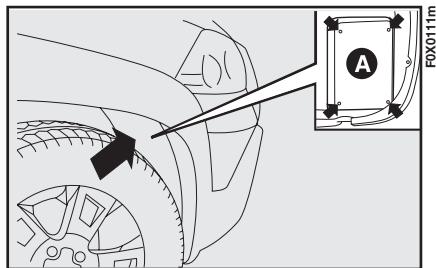

fig. 131
- rimuovere il coperchio A-fig. 131 dal passaruota svitando le 4 viti indicate dalle frecce;